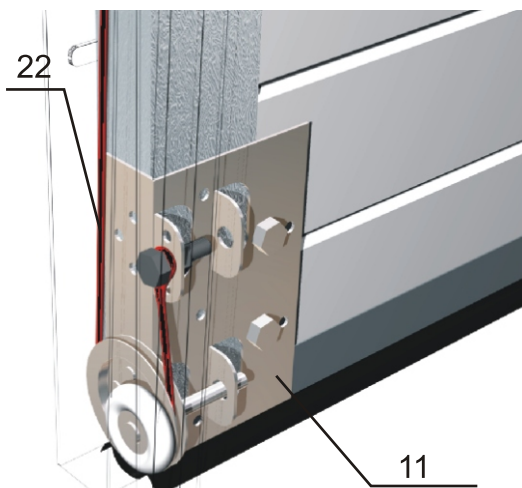

Рис. 11.1 Крепление троса к нижнему угловому кронштейну
- 1) Закрепляется проушина троса к нижнему кронштейну (Рис. 11.1). В зависимости от типа кронштейна она надевается на крюк, либо закрепляется с помощью болта и гайки.